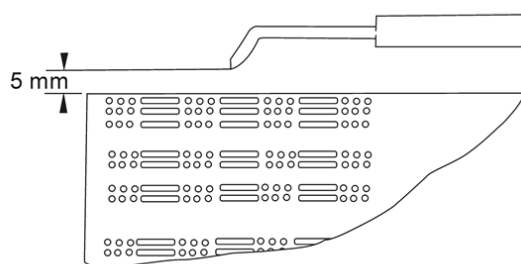

Figure 5
- Vérifiez la position de l'électrode d'amorçage (voir figure 5).